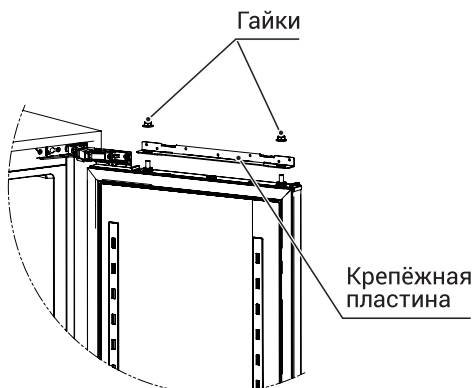

Рис. 6
3. Открутите гайки и снимите крепежную пластину (Рис. 6).